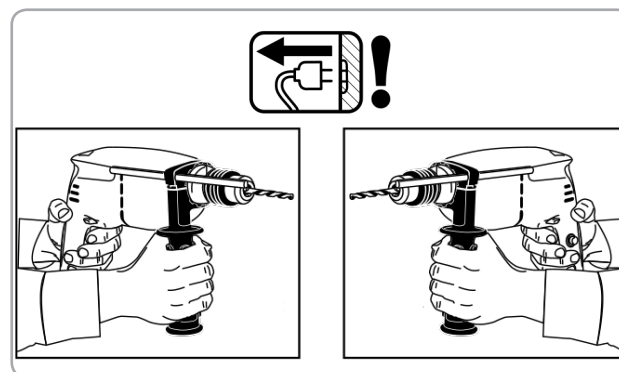

Fig.4
- Mânerul este prevăzut cu un suport adițional și permite mânăuirea sa fără un efort prea mare. Mânerul este proiectat pentru a putea fi folosit și de persoane stângace. Fig 4